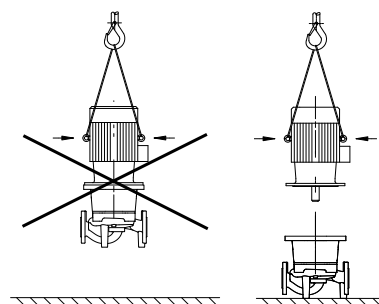

Fig. 20: Variklio transportavimas
- Kėlimo ąsas prie variklio naudokite tik variklio, o ne viso siurblio krūviui kelti (Fig. 20).